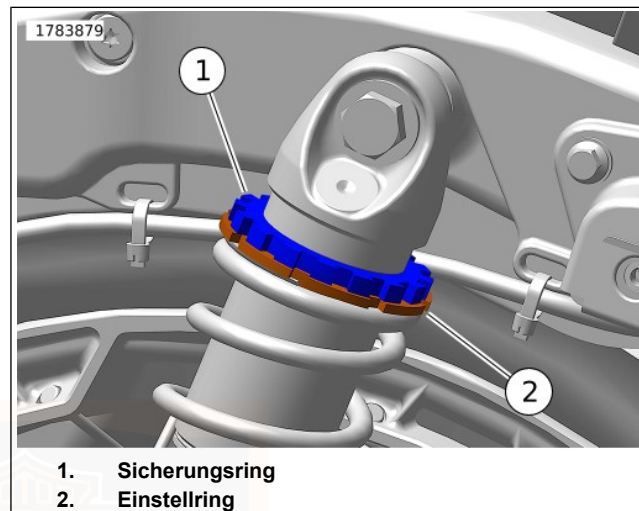

Abbildung 14. Einsteller mit Gewinde (rechter Stoßdämpfer)
5. Siehe Abbildung 14. Mit dem mitgelieferten Hakenschlüssel den Sicherungsring (1) am rechten Stoßdämpfer gegen den Uhrzeigersinn auf Minimum (MIN) drehen.
6. Den Einstellring (2) im Uhrzeigersinn drehen, bis der Abstand von der Oberseite des Einstellrings zur Unterseite des Sicherungsring (in mm) mit dem berechneten Vorspannungsabstand übereinstimmt, der in den Schritten 3-c und 4-d oben ermittelt wurde.